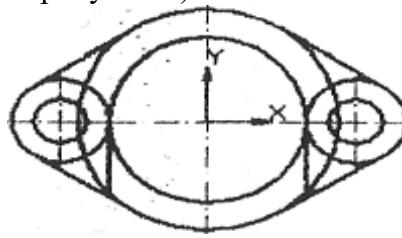

Рисунок 4
- Затем на этих прямых постройте отрезки до пересечения с нижними отрезками, построенными ранее (см. рисунок 4).